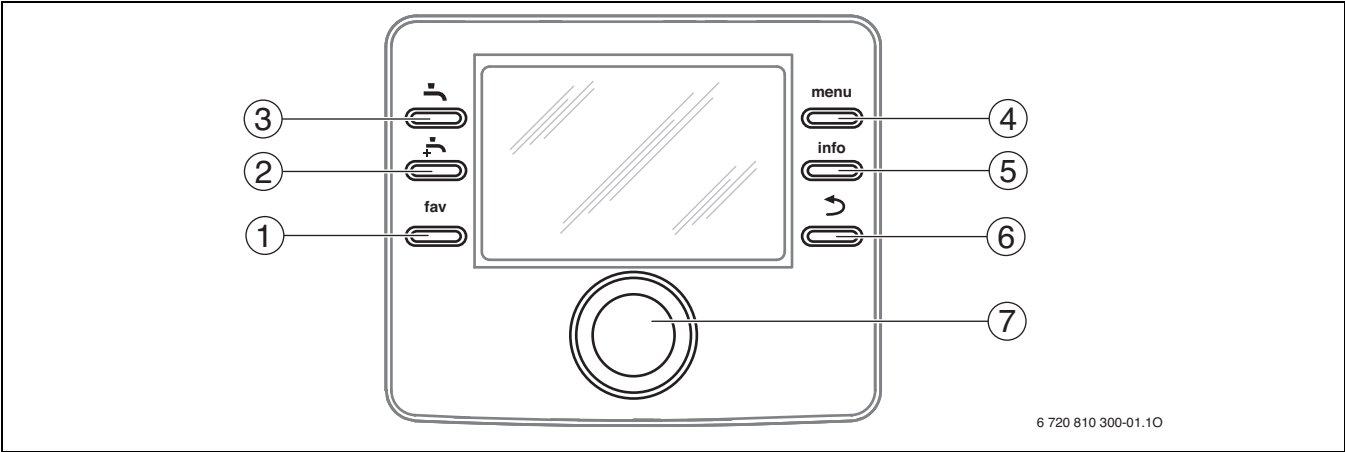

Рис. 4 Элементы управления
▶ Нажмите и держите нажатыми ручку регулятора и кнопку горячей воды, чтобы включить или выключить блокировку кнопок. Когда блокировка кнопок включена, на экране показан знак ключа (→ рис. 4 [5], стр. 6).